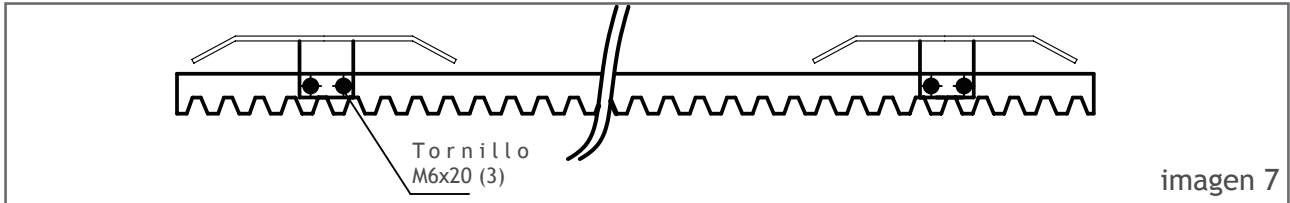

imagen 7
- Una el bloqueo con el riel en los laterales con el tornillo (C) (ver imagen 7) y bloquee nuevamente la rueda dentada.